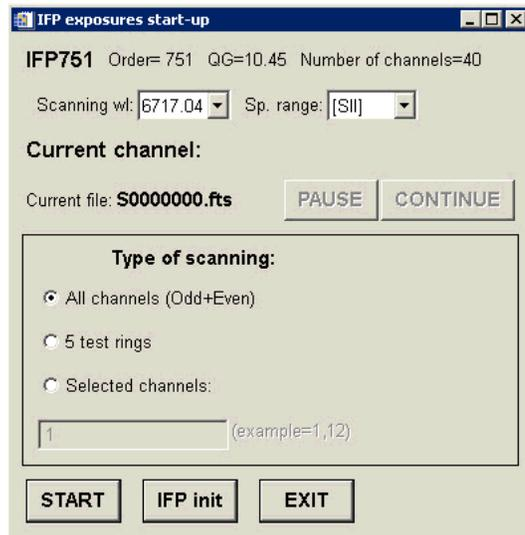

Рис. 18: Интерфейс управления сканирующим ИФП
2. MODE:IFP \Rightarrow IFP parameters. Проверить связь с контроллером, нажав кнопку IFP init в интерфейсе управления (рис. 18).
2. Нажать **REMOTE IFP**, в открывшемся меню (см рис. 18) установить требуемую длину волны сканирования (длина волны калибровочной линии, см. выше) и спектральный диапазон (то, что будет писаться в FITS-шапку: H β , [OIII], H α , [NII] или [SII]). Программа сама (в зависимости от названия установленного ИФП) выберет величину константы QG, порядок интерференции и число спектральных каналов.